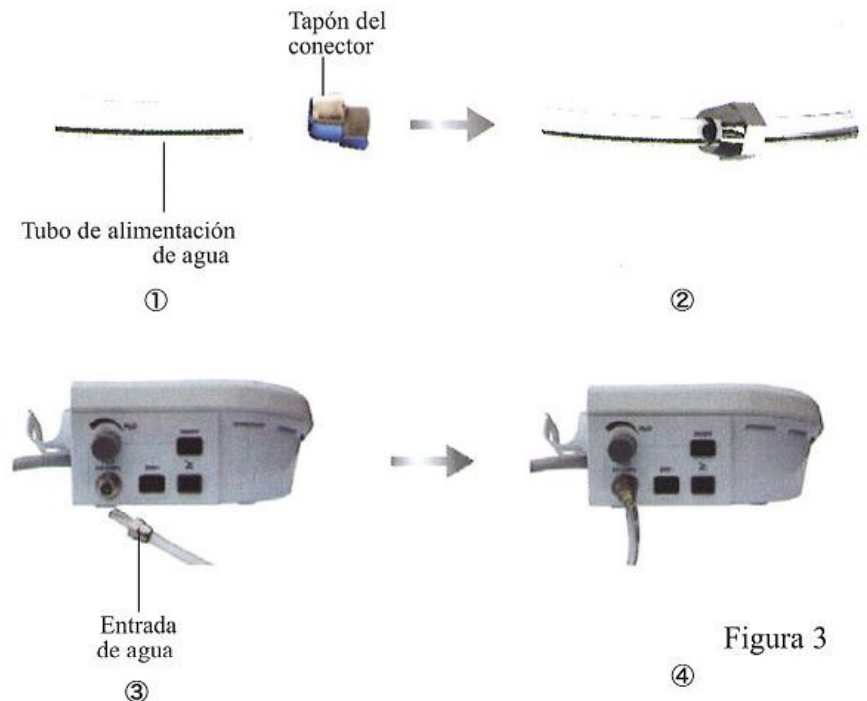

Figura 3
- Conectar un extremo del tubo de agua a la toma de agua de la unidad principal y el otro extremo a la fuente de agua (Véase figura 3).
- Para la función de eliminación de sarro (G) el indicador de eliminación de sarro y los cinco primeros indicadores de potencia se iluminarán.
- Para la función de parodencia (P) el indicador de eliminación de sarro y los tres primeros indicadores de potencia se iluminarán.